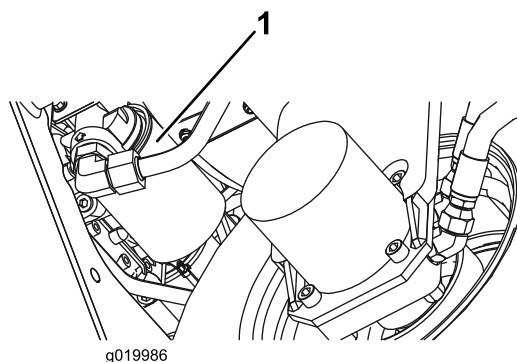

Рисунок 78
2. Очистите область вокруг места крепления фильтра. Поместите поддон под фильтр (Рисунок 78), а затем снимите фильтр.